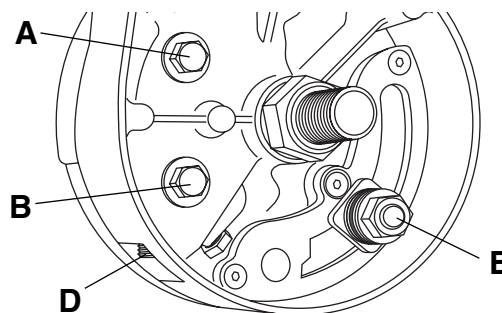

Figura 2a. Calibración de la hoja a 0 grados (en ángulo recto con la mesa)
3. Afloje las cabezas de perno "A" y "B" con la llave de boca de 10 mm al menos una vuelta completa (Figura 2a).